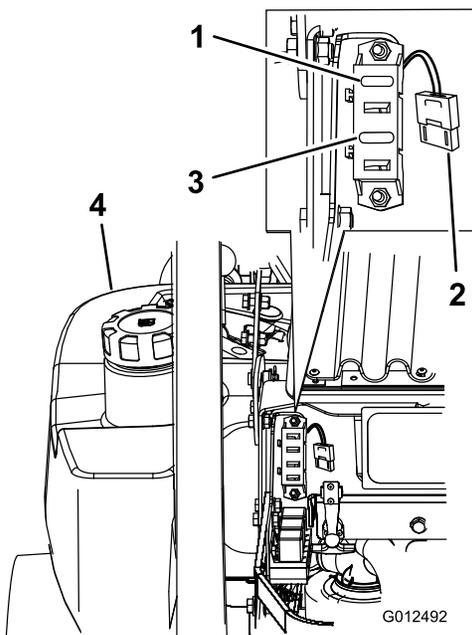

Figura 72
1. Destranque e levante o capot do motor para ter acesso ao porta-fusíveis (Figura 72).
3. Instale um novo fusível (Figura 72).